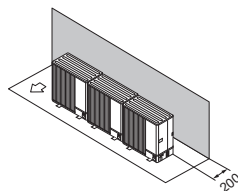

Fig. 2-15
- (1) Ostruzione o superficie chiusa solo sul retro (Fig. 2-15)